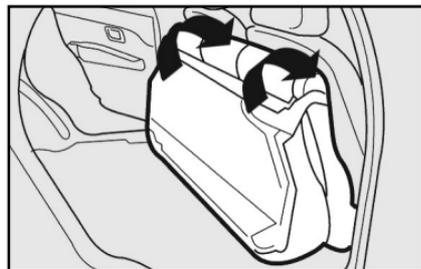

fig. 99
6) Incline hacia adelante el asiento trasero completo de manera que se obtenga una superficie de carga única **fig. 99**.